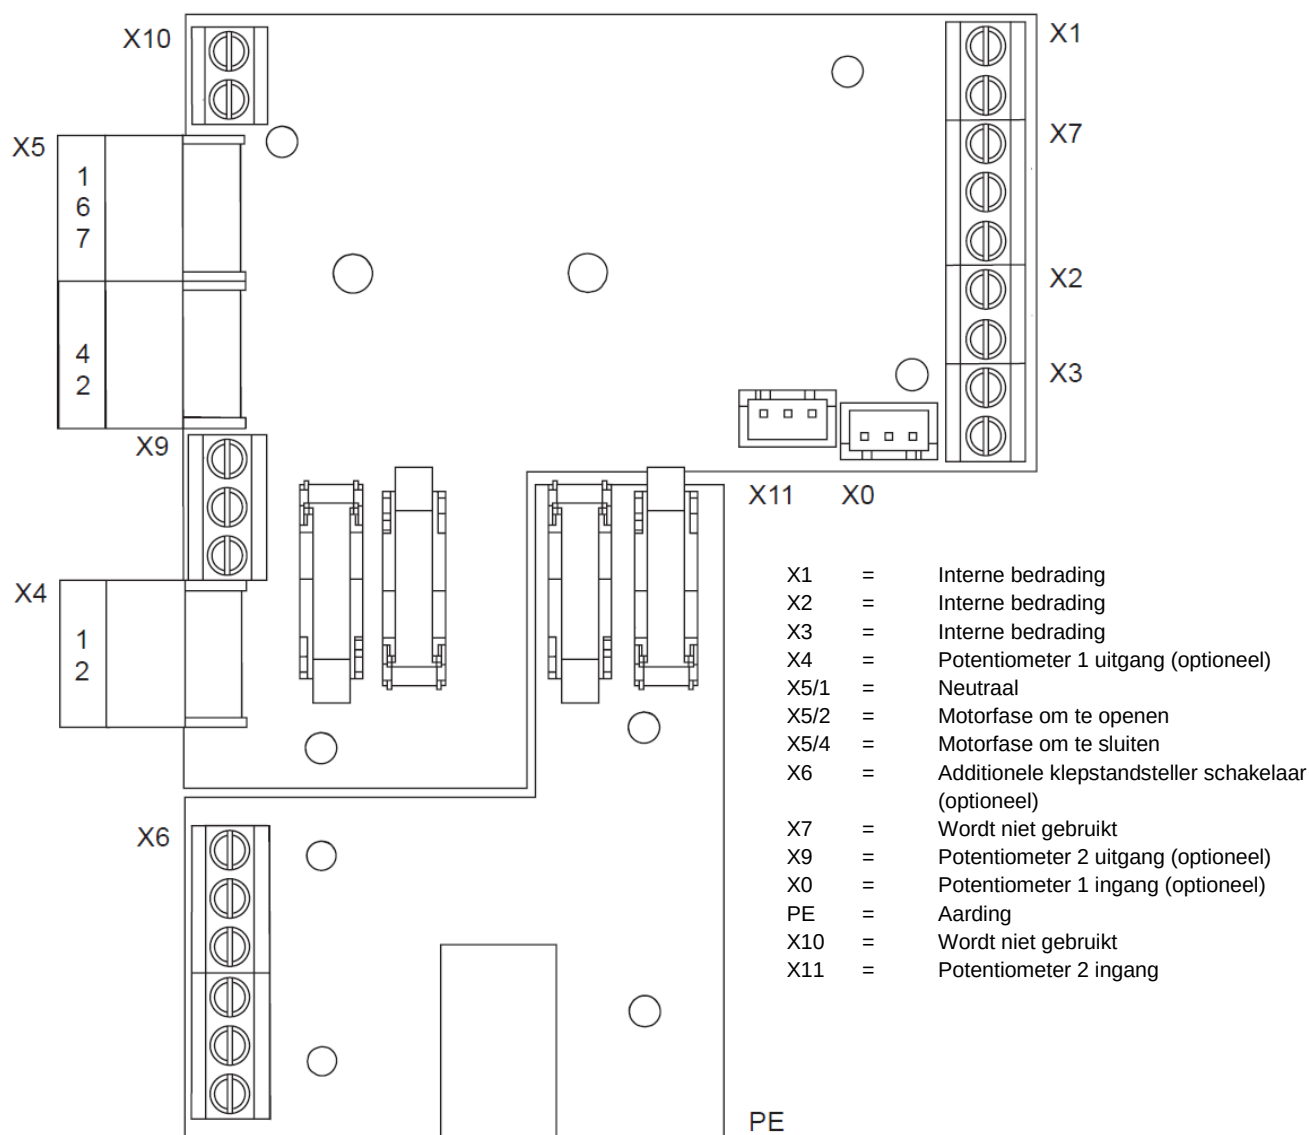

Fig. 14 Klemmenbord (Opmerking: aardklem bevindt zich op de basisplaat van het huis)
- Verwijder de schakelaarplaat (Fig. 14 en Fig. 20)